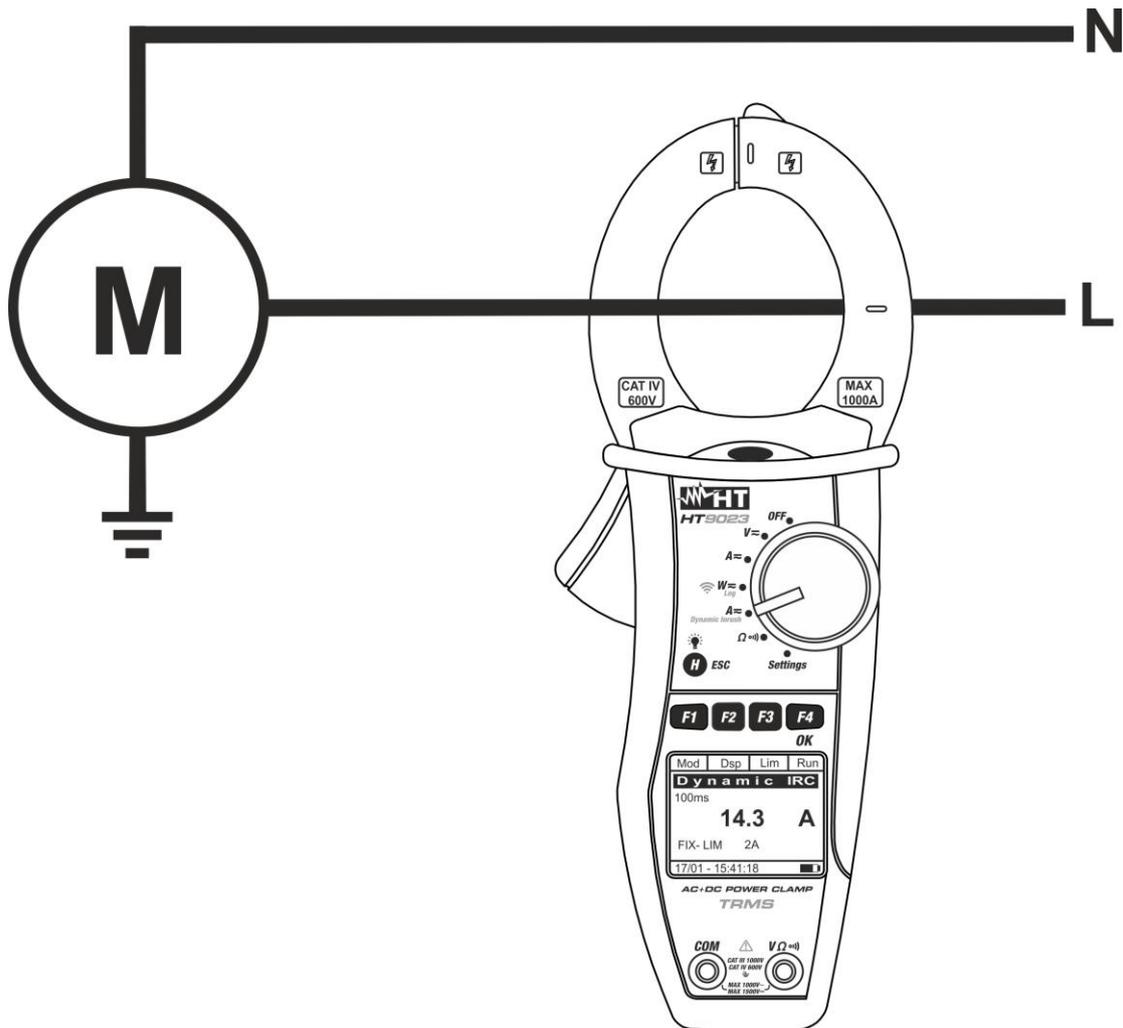

Fig. 11: Misura Corrente di spunto (Dynamic Inrush)
7. Inserire il cavo all'interno del toroide al centro dello stesso al fine di ottenere misure accurate (vedere Fig. 11). Utilizzare le tacche presenti come riferimento (vedere Fig. 2)